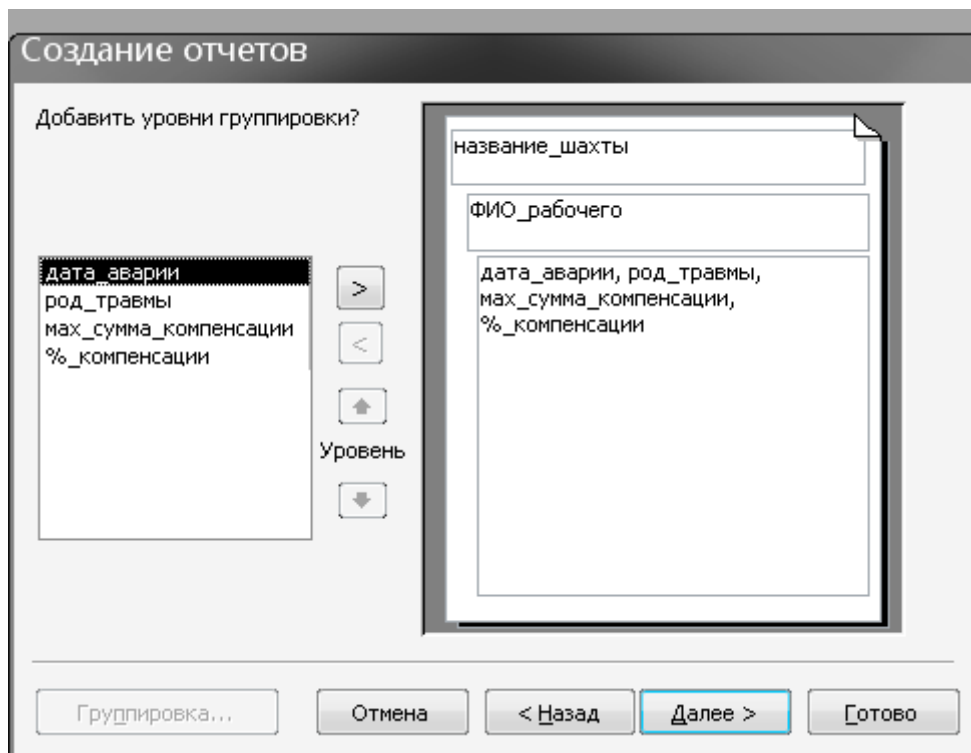

Рис. 2.23
5. З'явиться вікно (рис. 2.23), у якому можна додати рівні групування, а потім клацнути по кнопці **Далее**.